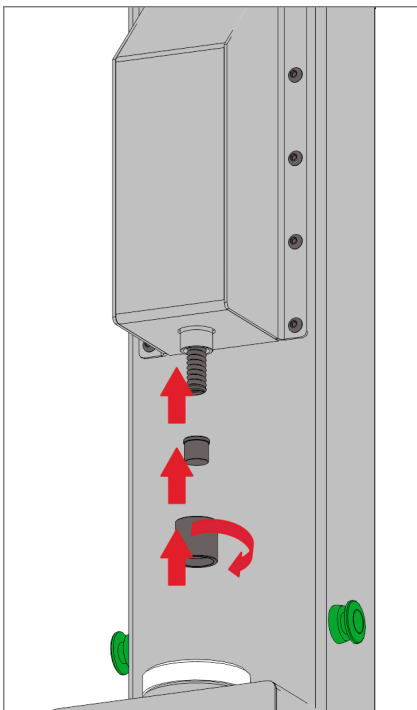

Abb. 22 Verkorkerstempel prüfen
02. Prüfen Sie, ob alle Komponenten in korrekter Einbaurichtung und Reihenfolge im Verkorkerstempel eingebaut sind (Abb. 22/gerade Pfeile).
Stellen Sie sicher, dass der Verkorkerkopf korrekt befestigt ist, indem Sie den Verkorkerkopf mit der Hand nach rechts drehen, bis er festsetzt (Abb. 22/gekrümmter Pfeil).